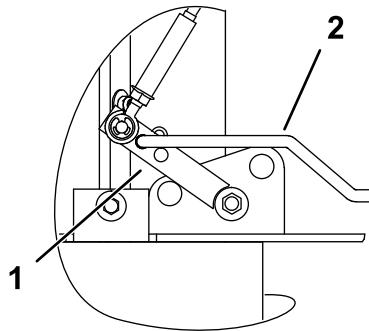

Bild 5
- Schrauben Sie die Stange des Zapfwelleneinkupplungsgestänges in das Winkeljoch der Zugmaschine und schließen Sie das andere Ende am Stützarm an; befestigen Sie sie mit einem Splint (Bild 5).